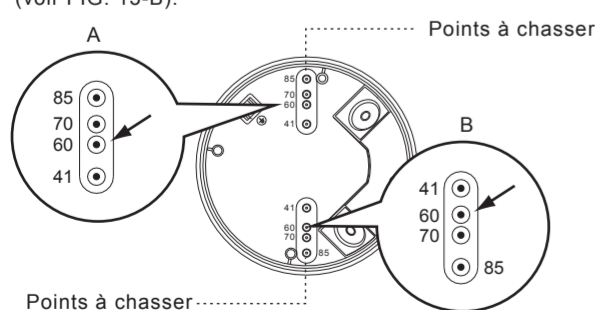

FIG. 13-A
4.4.3.1 Il y a 4 paires de points à chasser à des distances variant de 41 mm à 85 mm sur la boîte de jonction, qui peuvent être sélectionnées pour différentes applications de montage (voir FIG. 13-A). Sélectionner deux figures identiques sur les deux extrémités à la distance correspondant pour la fixation (voir FIG. 13-B).